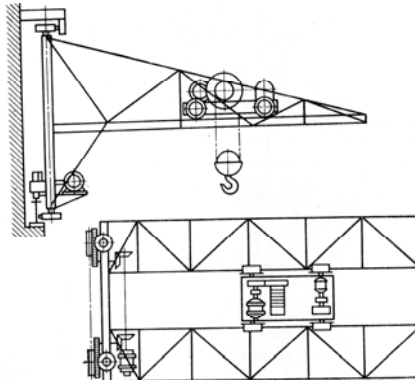

Рис. 1
1. Рассчитать механизм подъема настенного консольного передвижного крана (рис. 1) по данным табл. 1.